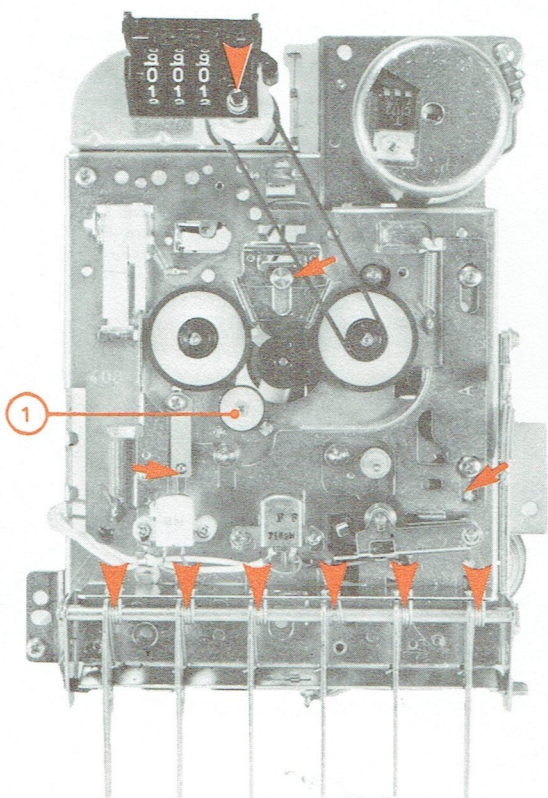

Fig. 20
Si tel n'est pas le cas voir nota ou changer l'ensemble galet intermédiaire (3) ou le galet de retour rapide (1) (Fig. 20).